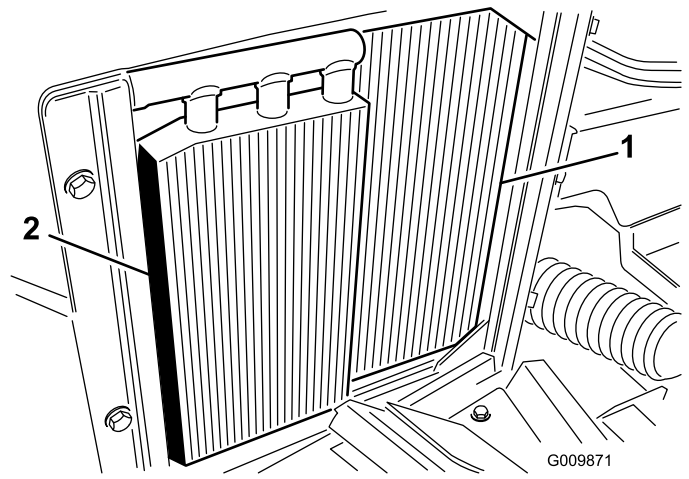

Bild 54
2. Spritzen Sie den Kühler vom Ventilator her mit einem Wasserschlauch ab oder reinigen Sie ihn mit Druckluft (Bild 54).
3. Reinigen Sie den Ölkühler gründlich (Bild 54) und entfernen Sie alle Fremdkörper, die sich um die Komponenten abgelagert haben.